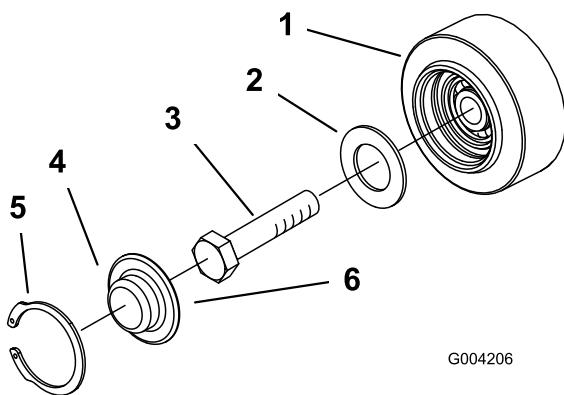

Figure 45
3. Déposez le jonc d'arrêt et le chapeau d'un galet de roulement (Figure 45).
4. Vérifiez la graisse sous le chapeau et autour du joint (Figure 45). Si elle est encrassée, granuleuse ou en quantité insuffisante, enlevez toute la graisse, remplacez le joint et ajoutez de la graisse neuve.
6. Placez le chapeau de galet de roulement sur la tête du boulon (Figure 45).
7. Fixez le chapeau avec le jorc d'arrêt (Figure 45).